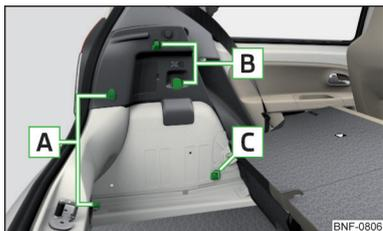

Fig. 78
**Vista general de los elementos de sujeción » fig. 78**
No usar los ganchos **B** » fig. 78 para sujetar los objetos - Existe el peligro de un daño del gancho en una maniobra de frenado repentina o en un golpe del vehículo.